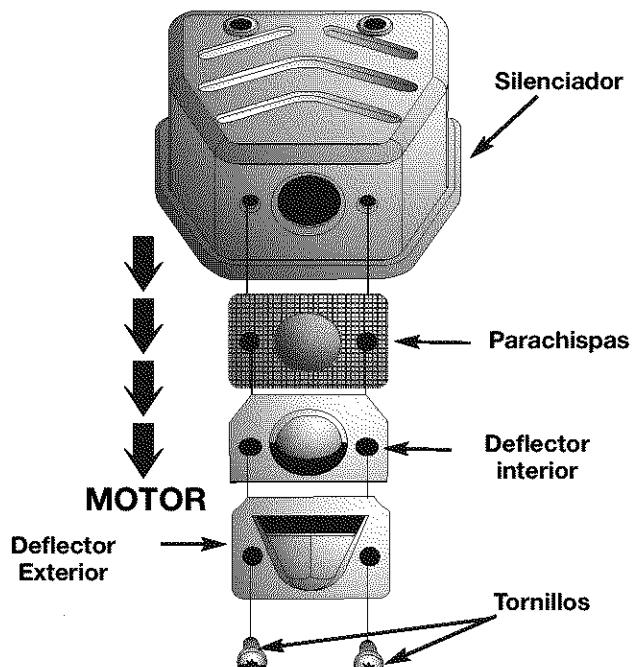

Fig. 27
2. Ubique el silenciador y encuentre los dos (2) tornillos en la parte inferior del silenciador (Fig. 27). Estos dos tornillos fijan el conjunto del deflector de emisiones y la rejilla del parachispas a la parte inferior del silenciador. Quite los dos (2) tornillos usando un destornillador adecuado.
6. Coloque el deflector interior encima del parachispas como se indica en la Fig. 27. Los bordes biselados del deflector interior deben estar alejados del lado del motor del silenciador.
7. Coloque el deflector exterior encima del deflector interior como se muestra en la Fig. 27. Los bordes biselados del deflector exterior deben estar alineados con los bordes biselados del deflector interior. Verifique que las emisiones estén dirigidas APARTÁNDOSE del motor.